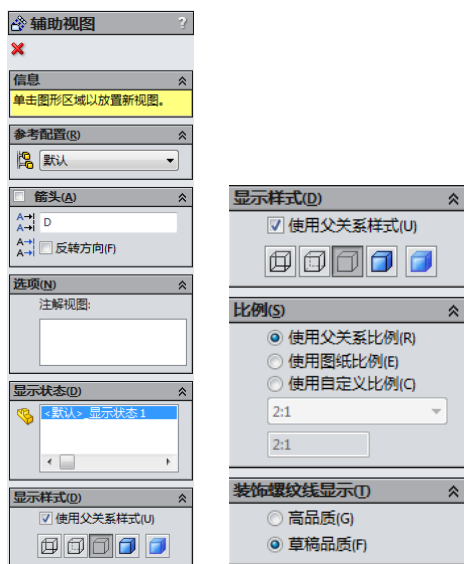

图 8-28 “辅助视图”属性管理器
2. 辅助视图属性。当在工程图中生成新的辅助视图，或当选择一现有辅助视图时，会出现如图 8-28 所示的“辅助视图”属性管理器，其内容与投影视图中的内容相同，这里不再作详细的介绍。